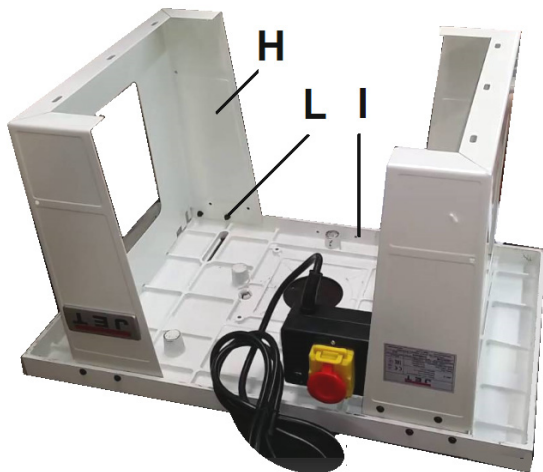

Fig 3
Fixez les pieds (H, Fig 3) sur la table (I) avec les vis à tête cylindrique et les écrous (L) fournis.